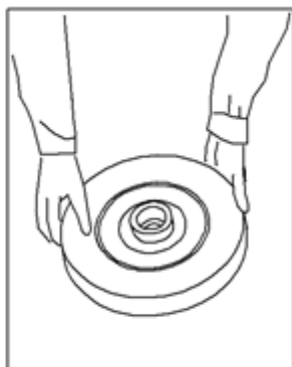

Рис. 6.11.6
(1) Проверьте, имеется ли какая-либо маркировка или наклейки. Установите
- круг на фланец как на Рис.6.11.6 не нажимайте на круг со слишком большим усилием. Удалите крошки и сколы в отверстиях круга, для насаживания его без усилия и сопротивления.
(2) Вставка крышки фланца